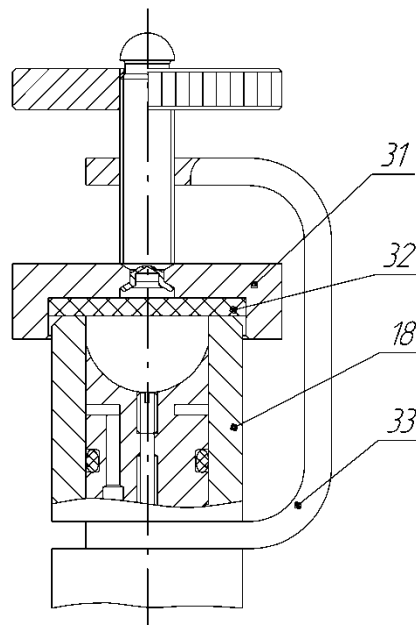

Рисунок 8 – Установка приспособления для проверки герметичности
- заглушить сопло калибратора давления, прижав к срезу сопла (поз.18, рисунок 8) пластину (поз.31) с резиновой прокладкой (поз.32) с помощью приспособления для проверки герметичности (поз.33) (входит в комплект поставки);
ВНИМАНИЕ: ПОСЛЕ ОКОНЧАНИЯ ПРОЦЕДУРЫ ПРОВЕРКИ ГЕРМЕТИЧНОСТИ, ВО ИЗБЕЖАНИЕ ПОВРЕЖДЕНИЯ МАНОМЕТРА, ПЛАВНО СБРОСЬТЕ ДАВЛЕНИЕ ИЗ КАЛИБРАТОРА, ОСЛАБЛЯЯ ПРИЖАТИЕ ПЛАСТИНЫ (ПОЗ. 31, РИСУНОК 8) ПРИСПОСОБЛЕНИЯ ДЛЯ ПРОВЕРКИ ГЕРМЕТИЧНОСТИ.